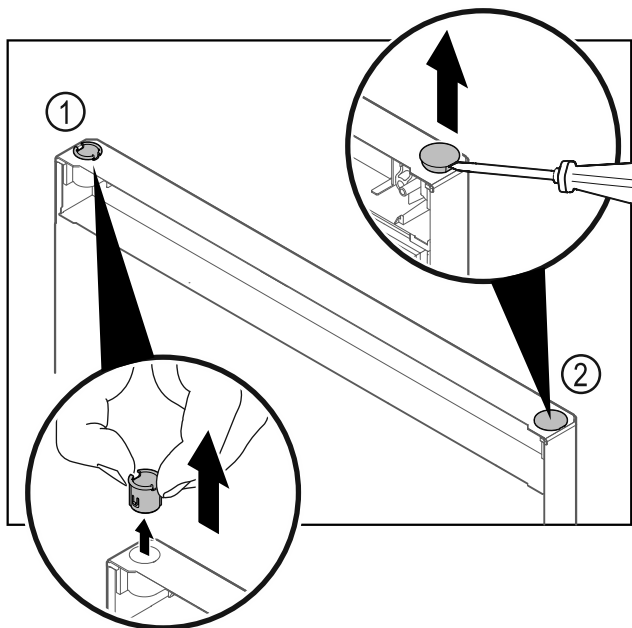

Fig. 35 Šaldiklio skyriaus durys
- Pirštais ištraukite šarnyrinę įvorę Fig. 35 (1).
- Dengiamąjį kamštį Fig. 35 (2) atsargiai pakelkite išdrožiniu atsuktuvu ir jį ištraukite.